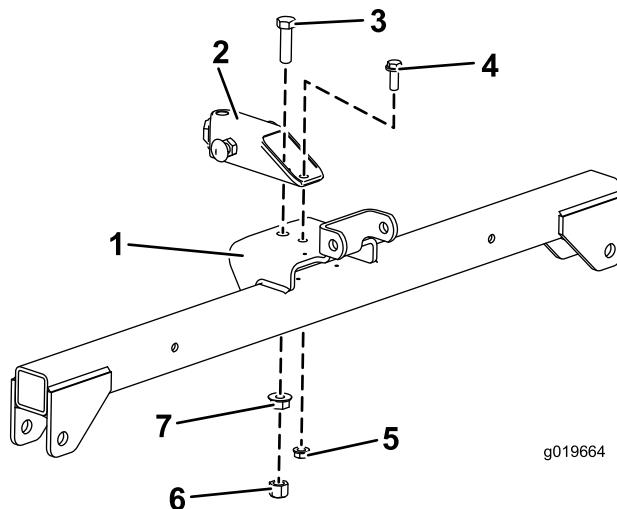

図 4
2. ハンガーアセンブリ図 4 の前穴に、トングチューブを仮止めするボルト $\frac{1}{2} \times 1\frac{3}{4}$ インチ1本、フランジヘッドナット $\frac{1}{2}$ インチ1本、六角ナット $\frac{1}{2}$ インチ1個を使用する。